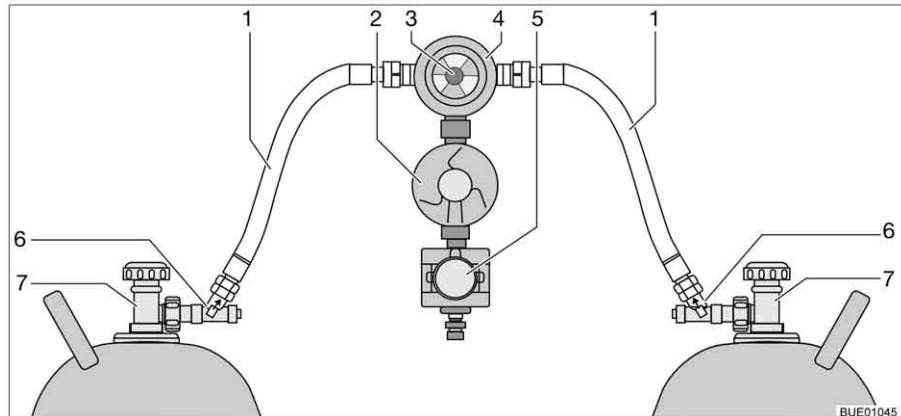

Bild 133 Crash-Protection-Unit-omkopplingsenhet
Crash-Protection-Unit består av två genomflödesbegränsare med manuell frigöring (Bild 133,6), en omkopplingsventil (Bild 133,4) med tryckregulator (Bild 133,2), en elventil (Bild 133,5) och kontrollenheten med trefärgad lysdiod. Omkopplingsventilen är monterad mellan de båda gaslangarna (Bild 133,1).
Med vredet (Bild 133,3) på omkopplingsventilen ställer du in vilken gasflaska som ska användas som driftflaska och vilken som ska användas som reservflaska.
Med kontrollenheten (Bild 134) kan endast de elektriska funktionerna styras. Gasflaskornas huvudavstängningsventiler (Bild 133,7) och frigöringarna (Bild 133,6) måste öppnas för hand.
- Öppna huvudavstängningsventilerna på gasflaskorna (Bild 133,7).
- Tryck in frigöringarna (Bild 133,6) i tio sekunder efter varandra.
- Med vredet (Bild 133,3) på omkopplingsventilen (Bild 133,4) väljs gasflaskan, som ska prioriteras (driftflaska).
- Stäng huvudavstängningsventilerna på gasflaskorna (Bild 133,7).